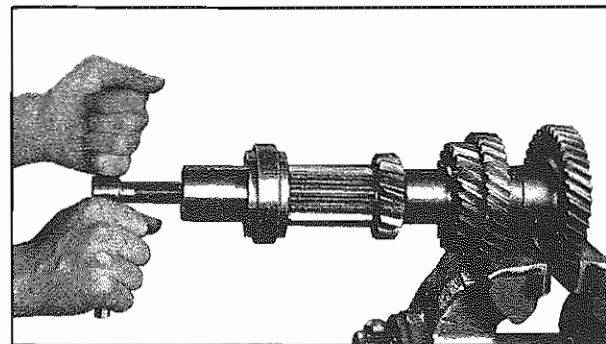

Fig. 17 - Estrazione del cuscinetto
- Estrarre il cuscinetto a rulli **(302)** con gli attrezzi n. 4 e 7 **(Fig. 17)**. Togliere l'anello elastico di arresto **(303)**. Con l'ausilio di una pressa da 20 tonn. si possono ora togliere gli ingranaggi sempre in presa **(304)** e quella della 5a marcia **(305)** singolarmente dall'albero secondario; gli ingranaggi sono montati a interferenza.
- Pull off roller bearing **(302)** with tools 4. and 7. **(Fig. 17)**. Remove retaining ring **(303)**. The constant gear wheel **(304)** and the 5th speed gear wheel **(305)** can be forced from countershaft only by means of a 20-ton press; wheels are shrunk-fit.